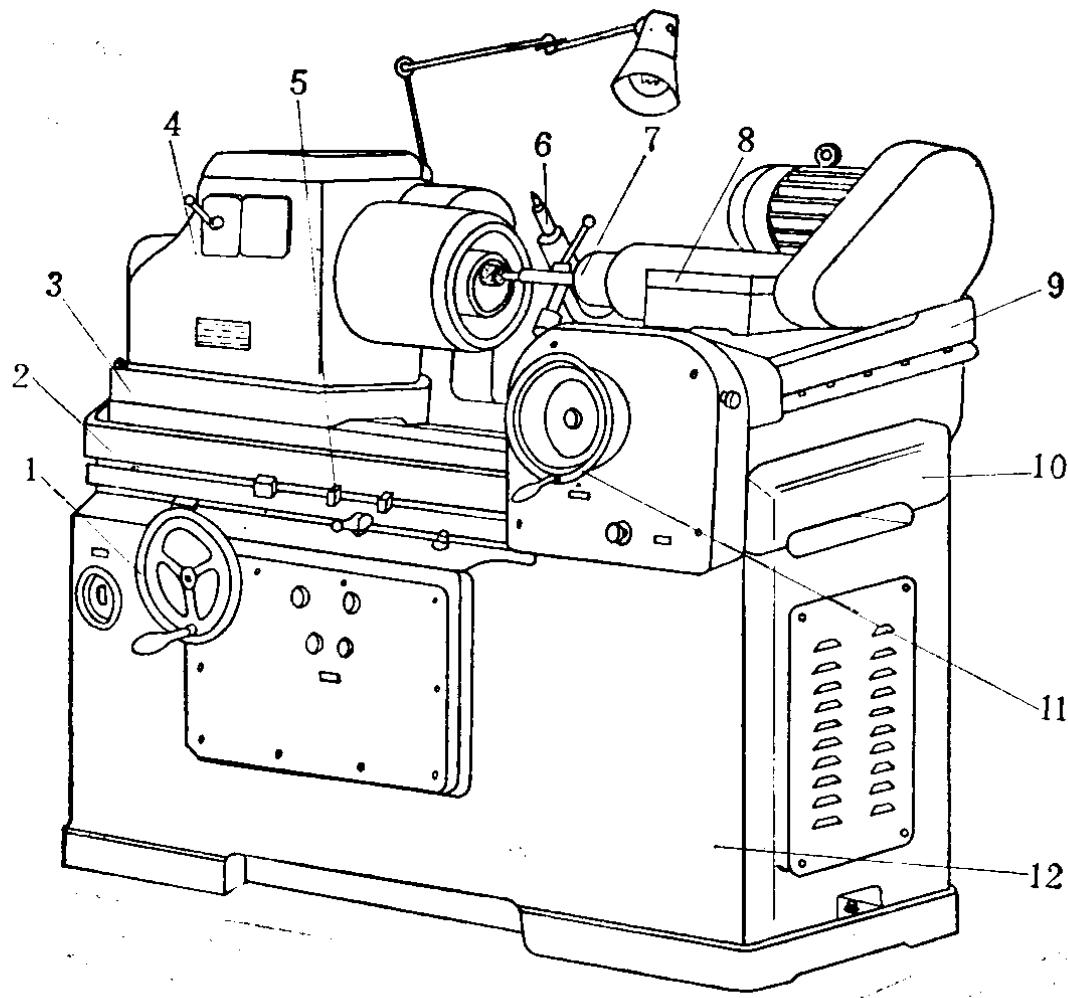

图 5 M 2110 型内元磨床
(4) 内元磨床：用于磨削套筒和盘形工件的元柱孔、元锥孔。图 5 为 M2110 型内元磨床。